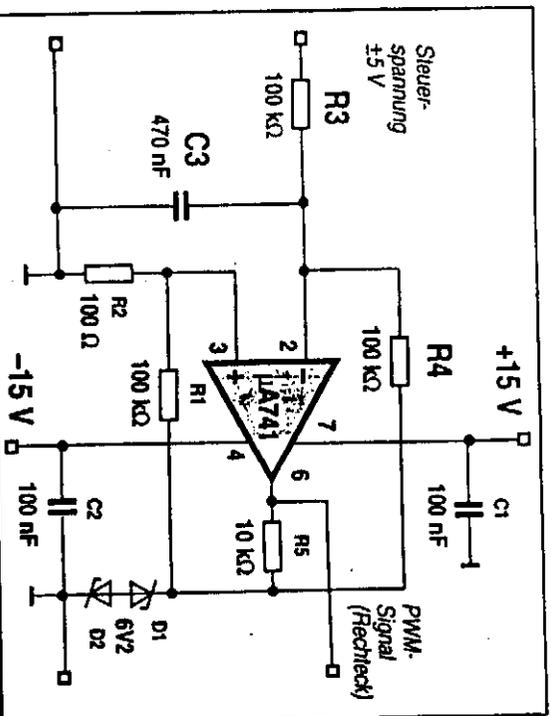

Bild 75: Mit der Steuer-Spannung läßt sich das Tastverhältnis des ausgangsseitigen Rechtecksignals in weiten Grenzen verändern.
■ Aber auch hier gibt es Fälle, in denen man eine Grundfrequenz vor-sätzlich verändern will, um beispiels-weise einen abstimmbaren Oszillator zu bekommen. Die Idealvorstellung sieht dabei so aus, daß die Schaltung einen Steuerimpuls besitzt und sich die Ausgangsfrequenz darüber ver-ändern läßt (z.B. über eine veränderli-che Gleichspannung). Die rechts ab-gegebene Schaltung eines Pulswei-tenmodulators (abgek. PWM) ist hierfür ein Beispiel (Bild 75). Hierbei wird nicht primär die Grundfrequenz beeinflußt, sondern man ändert das Tastverhältnis, also die Gewichtung von HIGH- zu LOW-Anteilen des ausgangsseitigen Rechtecks. Und das wirkt sich natürlich auch auf die Aus-gangsfrequenz aus, die sich stufenlos verstellen läßt.